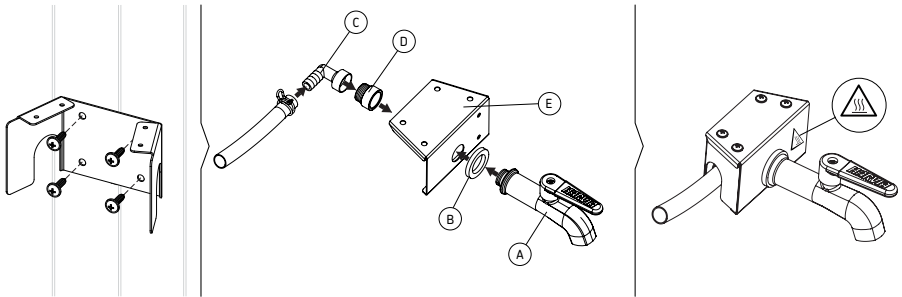

Bild 4.
A. Med väggfästet och kranfästet i träväggar (Bild 4.)
2. montera kranen (A), tätningen (B), kopplingsstycket (C), kranförlängning (D) och kranfästet (E) ihop med varandra, tätningen på kransidan